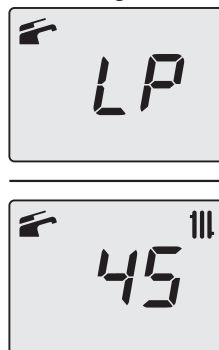

Figura 9.23
- Scorrere i vari parametri utilizzando i tasti 14 (indietro) o 16 (avanti) fino a far apparire sul display LCD le lettere **LP** che si alternano con il valore di temperatura dell'acqua di riscaldamento (es. **45**), indicanti l'entrata nell'attivazione della "funzione spazzacamino" alla potenza minima in sanitario (Figura 9.23).